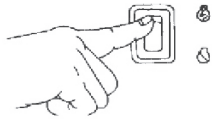

Рис. 6
4. Переведите выключатель зажигания в положение «ON» (Рис. 6).